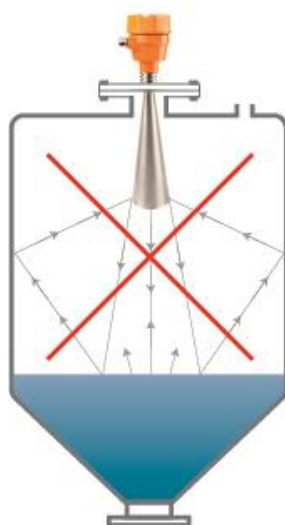

Рисунок 4
- установка прибора по центру резервуара может привести к нестабильности работы из-за интерференционного эффекта, например, при симметричном переотражении сигнала от вертикальных стенок (рисунок 4).